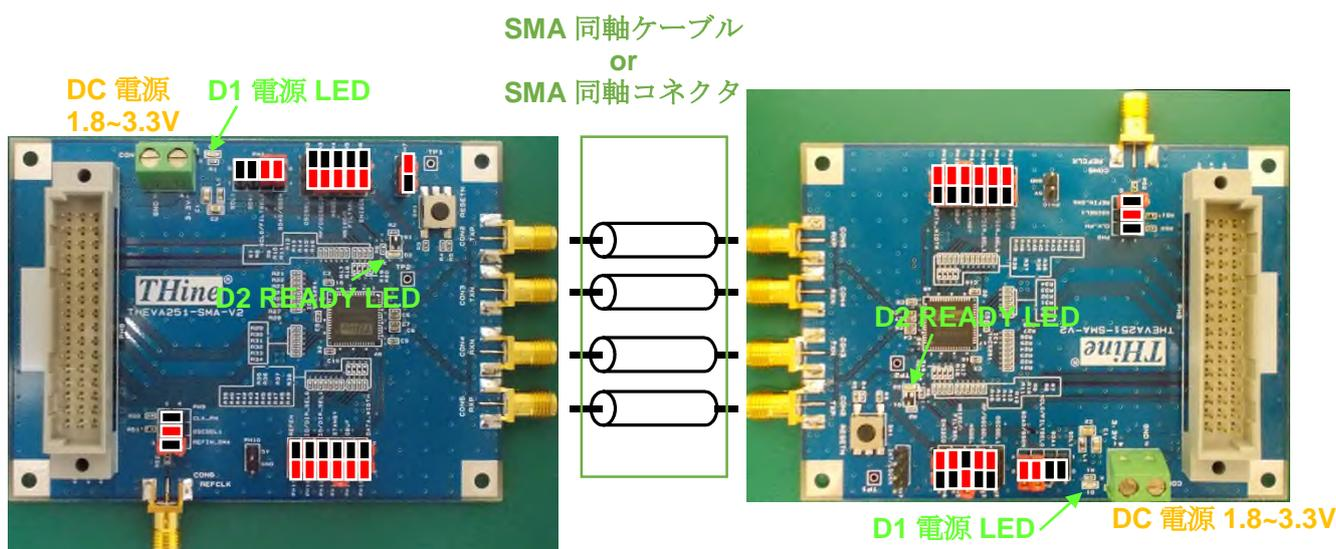

Figure 3 THEVA251-SMA-V3 Quick start pin setting
1.3.1 Figure 3 のようなジャンパピンの設定をされたマスターボードとスレーブボード同士を SMA 同軸ケーブルで接続します。